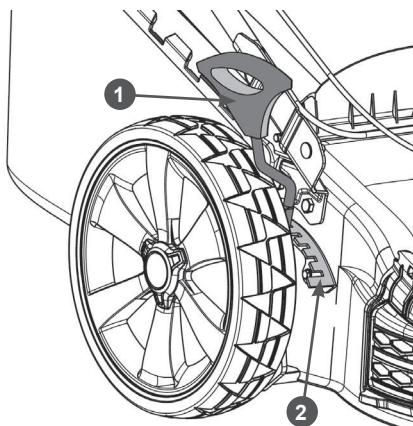

Рис. 13 Регулировка высоты скашивания
- A) выведите рычаг 1 регулировки из зацепления с зубчатым сектором 2 (Рис. 13);
- Б) переместите рычаг 1 регулировки в требуемое положение и снова введите в зацепление рычаг и зубчатый сектор (Рис. 13).